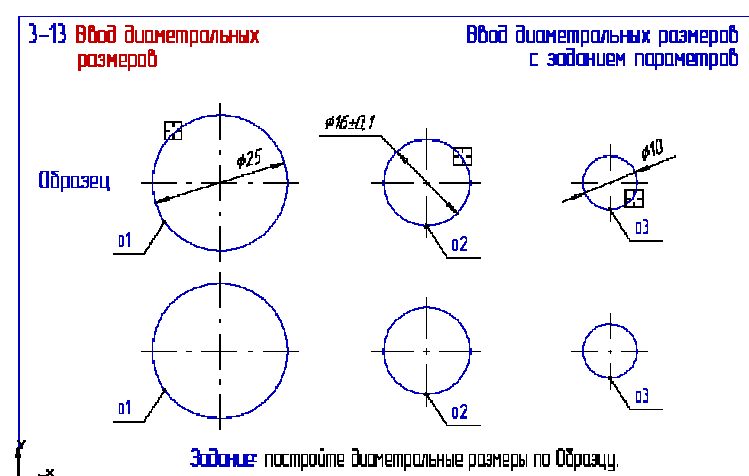

Рис. 19
21. Откройте файл фрагмента 3-13 (рис. 19) и выполните простановку диаметральных размеров с заданием параметров размеров. Результат сохраните.